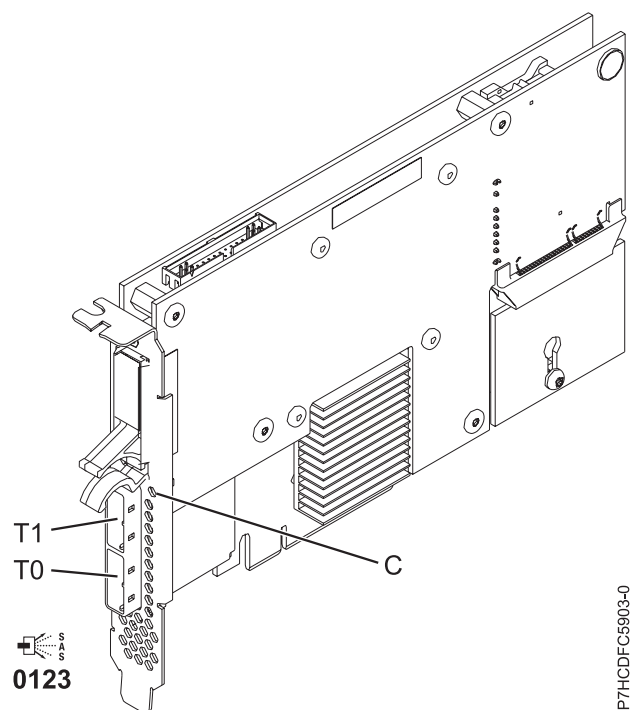

Figura 54. Adaptador RAID SAS PCIe Dual - x4 de 3 Gb
El adaptador 5903 o 5805 contiene un LED ((C) en Figura 54) que parpadea si hay datos en la memoria caché. El LED de presencia de datos en la memoria caché parpadea cuando es posible que haya datos en la memoria caché sobre el adaptador. Si el LED de presencia de datos en memoria caché está parpadeando, no sustituya la batería de memoria caché. Si se sustituye cuando el LED está parpadeando, los datos de la memoria caché se perderán. Consulte Figura 54 para localizar el LED de presencia de datos en la memoria caché sobre este adaptador.